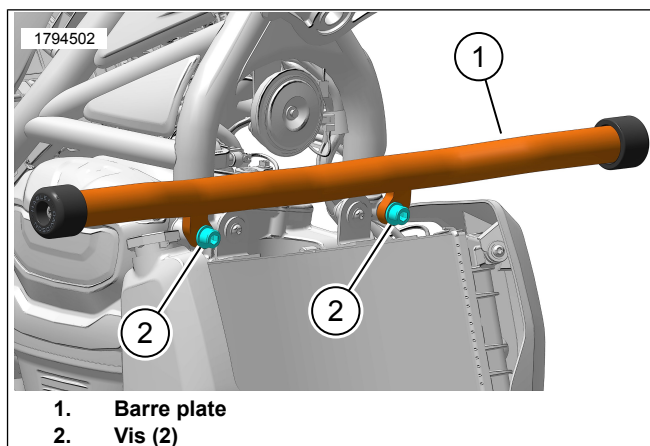

Figure 2.
2. Voir la Figure 2. Placez la barre plate (1) au véhicule.
3. Installer lâchement les vis à tête creuse (2).
4. Serrez les vis (2).